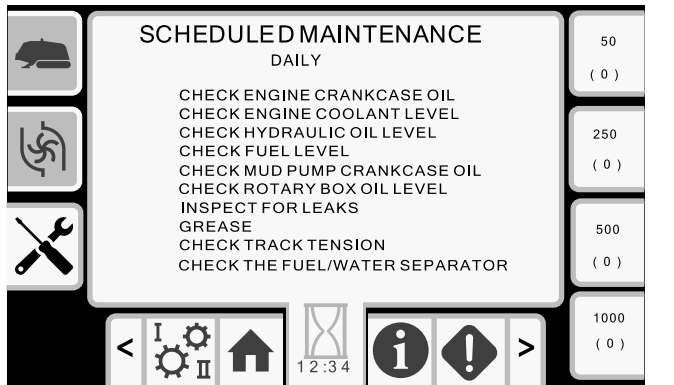

Рисунок 47
- Кнопка 3 – регламент ежедневного технического обслуживания (Рисунок 47)